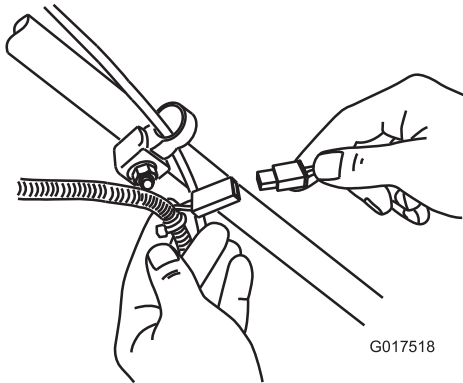

Figura 34
1. Conecte el cargador al arnés de cables, que está situado debajo de la llave de contacto (Figura 34).